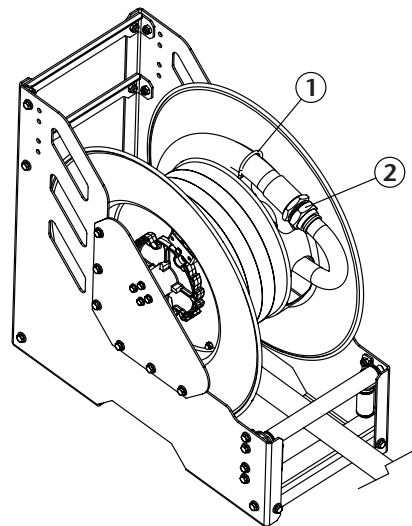

Рис. 5
2. Подсоединить новый шланг к горловине (2), установить U-образный болт (1) (рис. 5) таким образом, чтобы он прочно прижимал шланг к намоточному барабану, и начать наматывать шланг на барабан, проворачивая барабан вручную.
2. Снять U-образный болт (1) (рис. 5), ослабив гайки, и отсоединить шланг от S-образного колена трубопровода (2) (рис. 5).